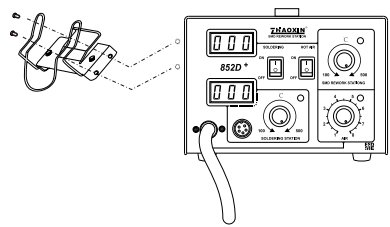

图2
2. 将主机摆放好，把手柄架装在机箱左侧，把手柄搁置在手柄架上。如图2所示